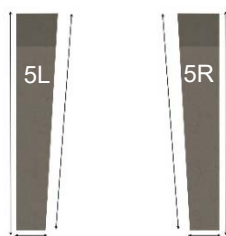

Figure 14. Parois latérales supérieures - Vue de dessus
H. Installez les parois latérales supérieures (5L) et (5R), en vous assurant que la pièce correcte est placée en position. La position correcte est celle où la paroi intérieure, la paroi extérieure et l'avant sont parallèles aux pièces de la paroi médiane. Placez chacune d'entre elles de manière à ce que l'avant soit en retrait de 3½ pouces par rapport à l'avant de la pièce de paroi intermédiaire située en dessous. Voir les figures 14 et 15.